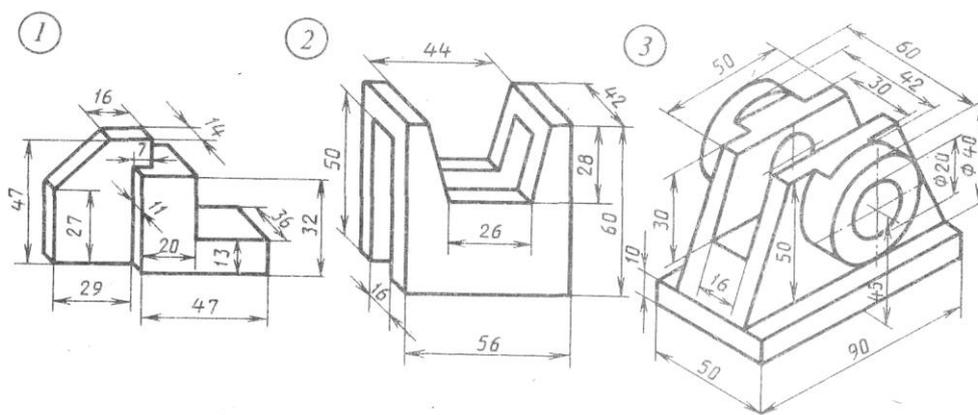

Рисунок 4 – Исходные модели для варианта 1
1. Выбрать вариант задания для построения технического рисунка по модели (рис.4);